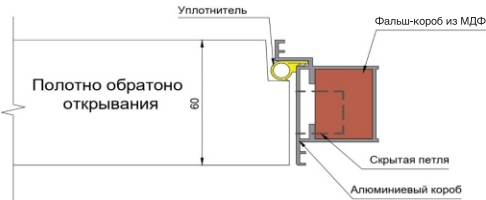

Рис.2 «Полотно обратного открывания»
- на толщину полотна 60 мм (рис.2) для обратного открывания.